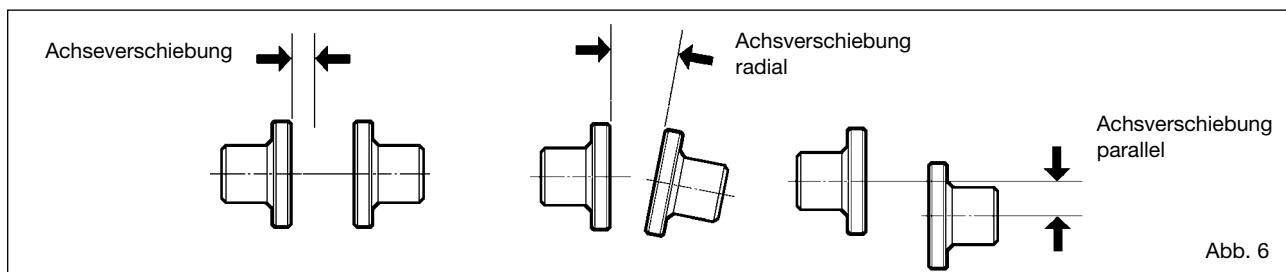

Abb. 6
- Die Schrauben der Tiefzieher anziehen, die Ausrichtung wie auf Abbildung 6 angegeben überprüfen und in Abhängigkeit vom Typ der Kupplung wie in den Abschnitten 13.10, 13.11 und 13.12 angegeben einstellen.